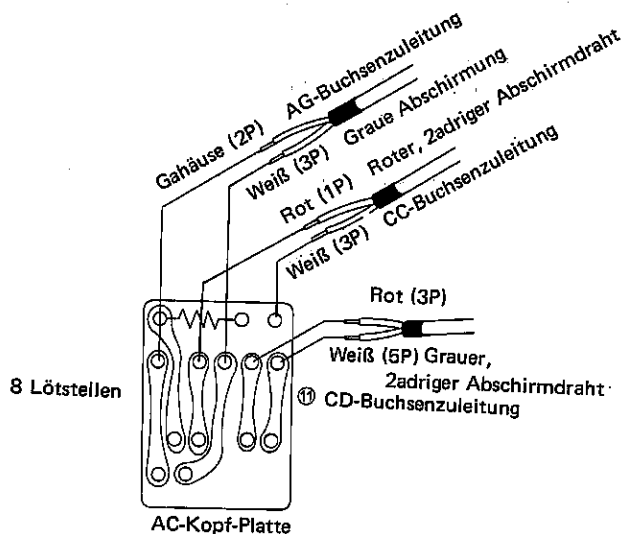

Abb. 34
AUSTAUSCH DES AC-KOPFES (siehe Abb. 34)
1. Nach Austausch den Bandlauf abstimmen. Während des Austausches niemals die Kopfoberfläche mit der Hand berühren. (markiert durch Pfeile in Abb. 34)
1. Wenn der Bandlauf nicht einwandfrei ist, folgende Einstellung vornehmen (siehe Abb. 34 und 35).
7. Den Spurlageregler in die vorgegebene Stellung drehen und die beiden Maschinenschrauben B (WSW3P + 8S) (siehe Abb. 34) geringfügig lösen und das Einstellwerkzeug für die X-Position an den Öffnungen anbringen. Dann die Position des AC-Kopf so abstimmen, daß die maximale Hüllkurve erzielt wird.